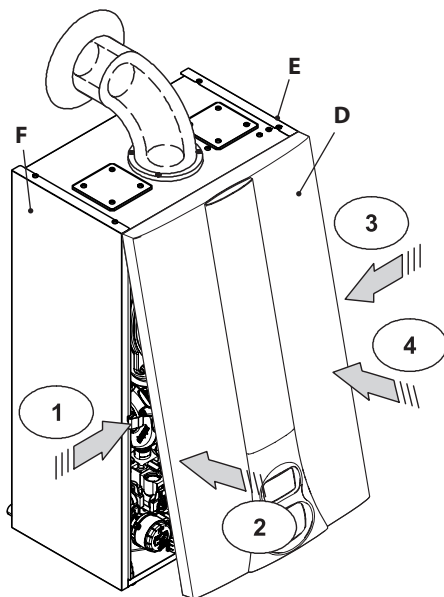

Figura 9.9
- Premere la molla verso l'interno e contemporaneamente spingere il pannello frontale **D** fino al suo completo aggancio (Figura 9.9) sequenza 1-2.
- Ripetere la stessa sequenza sul lato opposto del pannello frontale **D**, (Figura 9.9) sequenza 3-4.